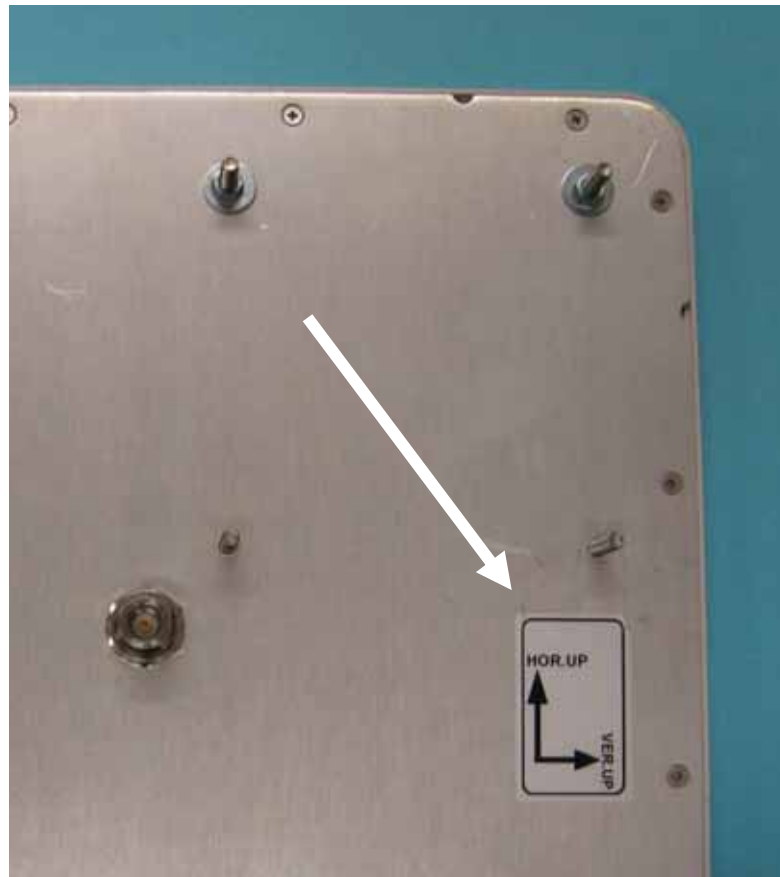

Abbildung 3: 23 dBi Planar Antenne
- Bei der Installation von Planar Antennen ist es wichtig, die gleiche Polarisationsrichtung der entsprechenden Antennen zu verwenden (siehe Abbildung 3 für eine 23 dBi Planar Antenne).